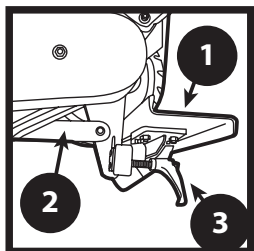

FIGURE 7
1. Ajuster le support de travail et le bras de support de travail à la position désirée à l'aide du levier de verrouillage de l'accessoire. (Figure 7). S'assurer que l'intervalle entre la face de la bande abrasive et l'appui de travail soit de 3,175 mm au maximum.